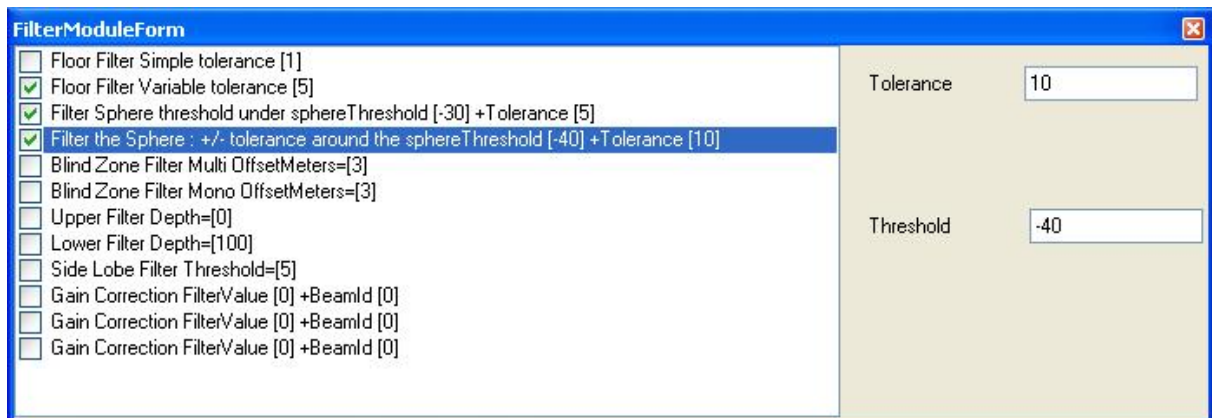

Figure 3-8
Trois Fonctions de traitement applicables à l'image 3D : La figure 3-8 présente le module « FilterModuleForm » qui propose des fonctions de traitement applicables aux images 3D. Pour le SM20, on n'en utilise couramment que trois (les autres n'ont pas encore été testées mais peuvent être utilisées si nécessaire). Ces trois fonctions s'appliquent **uniquement lorsqu'une détection du fond a été réalisée auparavant par l'application HACSM20conversion** » (voir champ n°7 de la section 3.1 : « Bottom detection »). Il s'agit de :
- « Floor Filter Variable Tolerance » permet de supprimer les échos situés entre le fond et une hauteur au dessus du fond fixée en mètre par l'opérateur dans le champ « Tolerance » (5 m dans l'exemple de la figure 3-8).
- o le seuil en dB (qui sera appliqué sur cette zone) dans le champ « Threshold » (-30 dB dans l'exemple de la figure 3-8),
- o la tolérance en dB autour de ce seuil (5 dB dans l'exemple de la figure 3-8).
- o le seuil en dB dans le champ « Threshold » (-40 dB dans l'exemple de la figure 3-8),
- o la largeur en mètre de la zone (de part et d'autre de l'arc de cercle) dans laquelle ce seuil doit être appliqué. Largeur fixée par l'opérateur dans le champ « Tolerance » (10 m dans l'exemple de la figure 3-8).
2 – **Si une détection de fond a été réalisée par HACSM20Conversion** », ouvrir le menu «Edit / FilterModule » (voir A-2, Figure 3-8) et activer :
B-2-2 – Ouvrir le menu «Edit / FilterModule » (voir A-2, Figure 3-8) et activer :